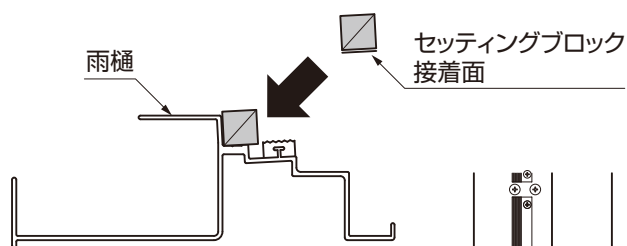
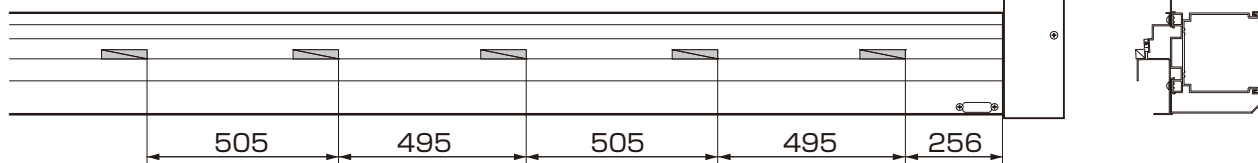

図2-1 雨樋断面
図2-2 セッティングブロック配置概要
- ①雨樋にセッティングブロックを取付けてください。(図2-1、図2-2参照)